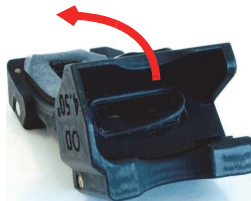

图 5-4 更换探头和楔块之间的O型环密封装置
1. 使用适当的工具，如：小平头螺丝刀，小心地提起并取下旧的O型环密封装置，这样不会损坏楔块上的安装表面（参见第49页的图 5-4）。